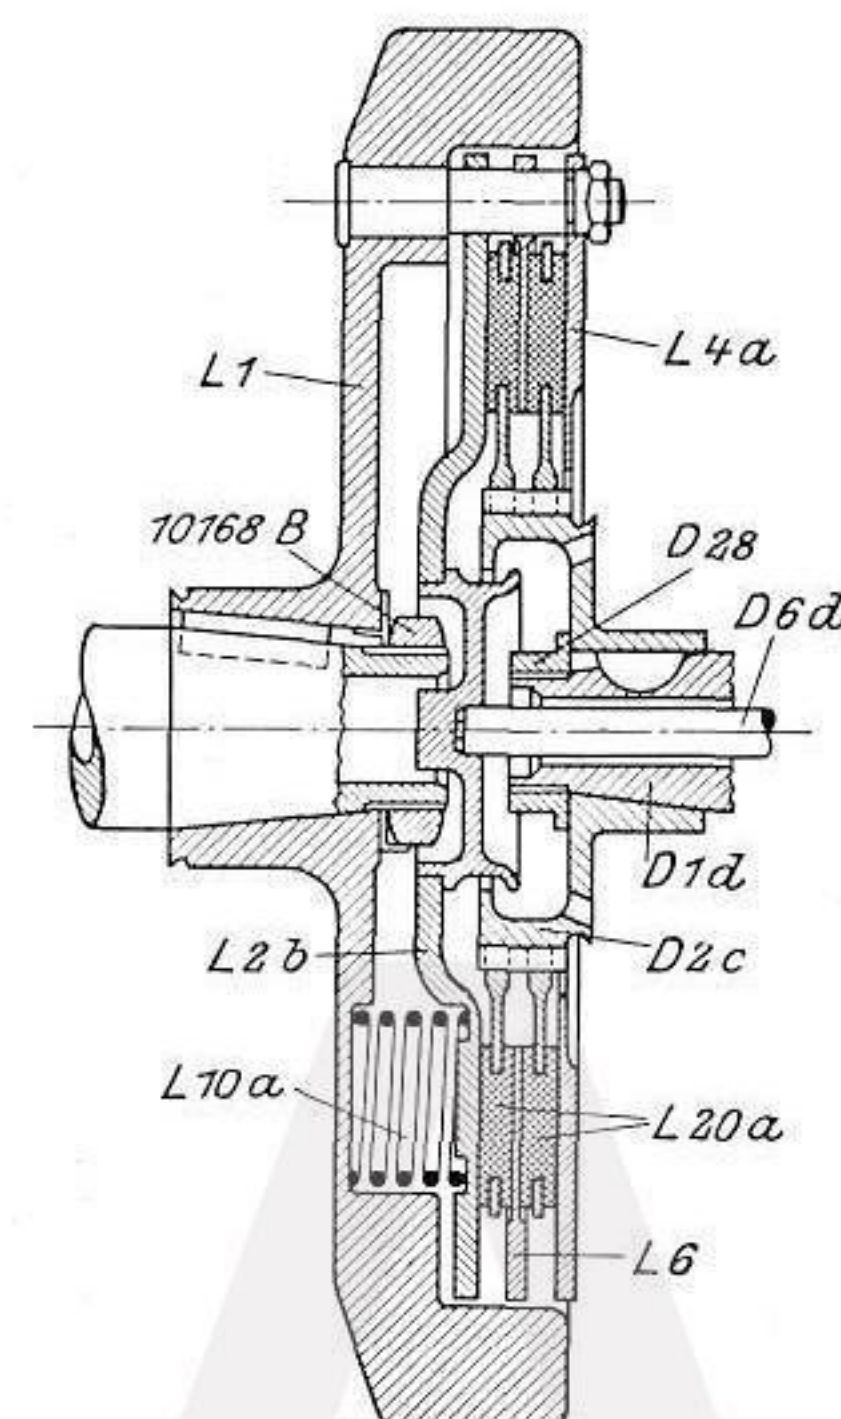

Abb. 16 Zweiseiben-Reibungskupplung
10. Kupplung: Als Kupplung dient eine in Abb. 16 im Schnitt gezeigte Zweiseiben-Reibungskupplung. Der treibende Teil derselben ist das Schwungrad **L 1**, das auf dem konischen Zapfen der Kurbelwelle sitzt und mittels Keil und Mutter **10168 B** gesichert ist. Sechs in Vertiefungen des Schwungrades **L 1** und Drucktellers **L 2b** angeordnete Kupplungsfedern **L 10a** pressen letzteren gegen beiderseitig mit Reibbelag versehene Kupplungsplatten **L 20a**, die durch eine ebenfalls treibende Zwischenscheibe **L 6** getrennt sind. Hierdurch drückt die hintere Kupplungsplatte gegen die nicht verschiebbare Schlußscheibe **L 4a** und wird von dieser mitgenommen. Die Kupplungsplatten **L 20a**, die auf der Kupplungsklaue **D 2c** sitzen, übertragen somit die Drehung der Kurbelwelle auf die Hauptwelle **D 1d** des Getriebes.